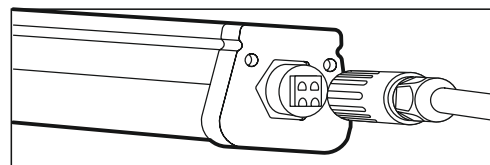

Рис. 3
- Возьмите из комплекта поставки внешнюю часть быстросъемного разъема и пропустите через него кабель электропитания осветительного прибора (рис. 3).